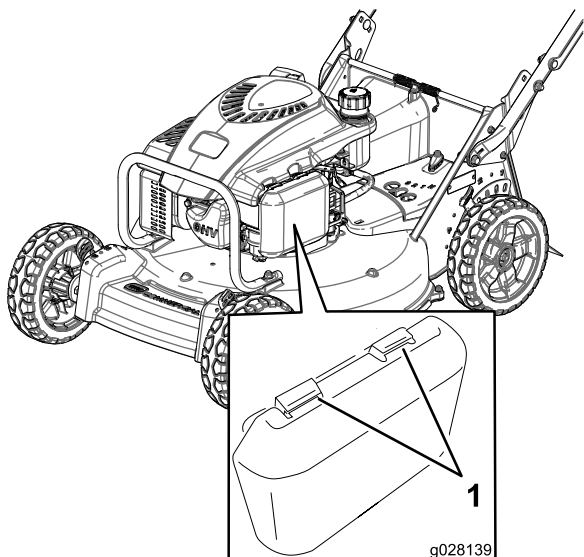

Figure 18
1. Appuyez sur les languettes de verrouillage en haut du couvercle du filtre à air (Figure 18).